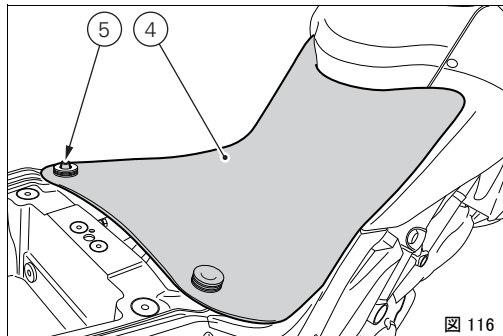

図 116
ライダーシート (4、図 116) の取り外しには、後方部分をフレームピン (5) から抜き取ります。
ライダーシートの後方部分を、フレームピン(5、図 116)に挿しこみます。